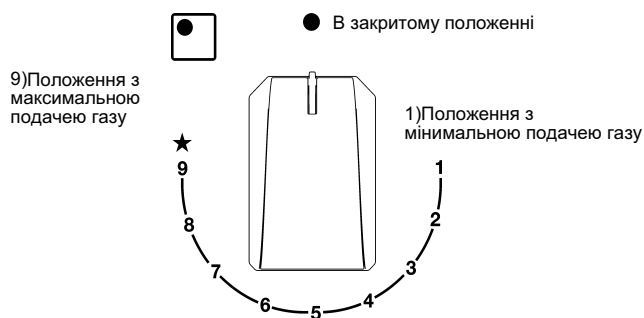

Рис. 1
- **Автоматичний електророзпал.** Натисніть і поверніть проти годинникової стрілки ручку конфорки до положення великого полум'я (рис. 1), потім натисніть кнопку.
Натисніть і поверніть ручку, що відповідає необхідному пальнику, у напрямку проти годинникової стрілки, поки вона не досягне положення повного заповнення  (позиція 9, рис.1), потім натисніть ручку, кран обладнано шкалою з 9 позицій, під час кожного натискання полум'я зменшується, допоки ви не досягнете положення 1, тобто мінімального подавання газу. Для розпалювання конфорок, оснащених системою "газ-контроль", слід повернути проти годинникової стрілки ручку конфорки до положення великого полум'я (рис. 1) (до упору). Потім натисніть ручку і зробіть розпал, як описано вище.
- Після закипання переведіть ручку в положення малого полум'я (рис. 1).
- **розпал конфорок із запобіжною системою термопарою (системою "газ-контроль") можна здійснити тільки якщо ручку встановлено в положення Максимум (9 місцеположення велике полум'я, рис.1).**